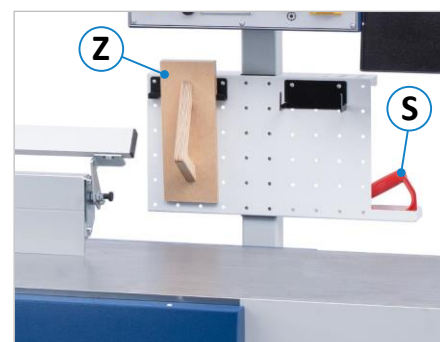

Abbildung 24: Zuführlade & Schiebehandgriff
- Siehe ⇒ Abbildung 24: Bei Nichtverwendung kann die Zuführlade in der dafür vorgesehenen Werkzeugablage unter dem Bedienpanel abgelegt werden. Für den Schiebehandgriff findet sich ebenfalls eine geeignete Ablage auf der Hinterseite.